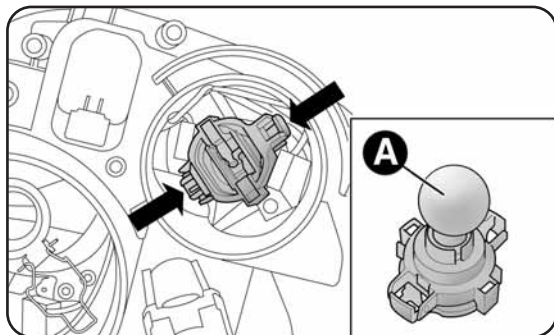

fig. 18
- appuyer à proximité des ailettes de blocage de la douille (signalées sur la fig. 18 par les flèches), puis tirer simultanément le groupe ;